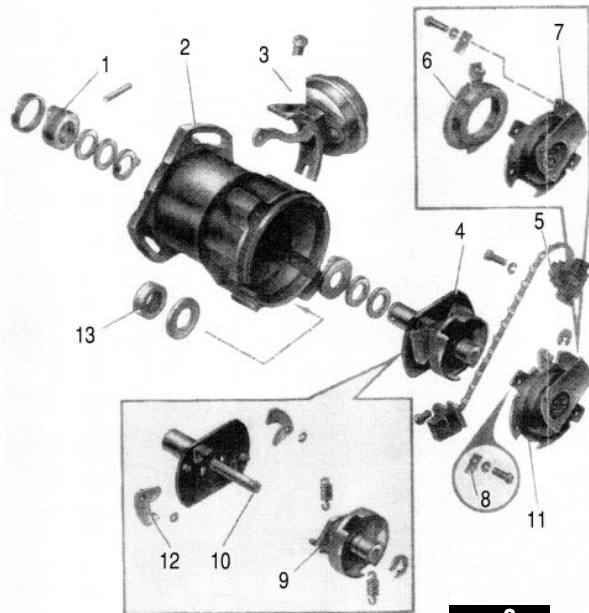

рис. 3
В выбранном трамблере (**рис.3**) нужно заделать металлическими вставками два из четырех диаметрально противоположных окна (9), доработать крепление трамблера к корпусу. На **рис.3** обозначено: 1 - муфта; 2 - корпус (доработать посадочное место под гнездо корпуса уплотнителя выхода распределителя двигателя мотоцикла); 3 - вакуумный регулятор; 4 - бесконтактный датчик (модулятор в сборе, заделываются металлическими вставками два противоположных выреза или изготавливают модулятор с двумя диаметрально противоположными вырезами); 5 - центробежный регулятор; 6 - опорная пластина датчика с подшипником; 7,11 - держатель переднего подшипника валика; 8 - шайба крепления проводов; 9 - ведомая пластина центробежного регулятора с доработанным модулятором; 10 - валик с ведущей пластиной центробежного ре-